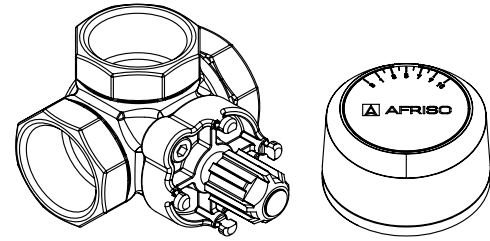

Рис. 1. Вид клапана ARV ProClick с разобранной ручкой
1. Снимите ручку и синее кольцо со смесительного клапана ARV ProClick (Рис. 1.). Для этого вы должны потянуть ручку клапана ARV ProClick к себе по оси штока клапана. Конструкция ручки также позволяет снять ее с помощью плоской отвертки. Для этого предназначены углубления по бокам ручки. По аналогии снять синее кольцо.